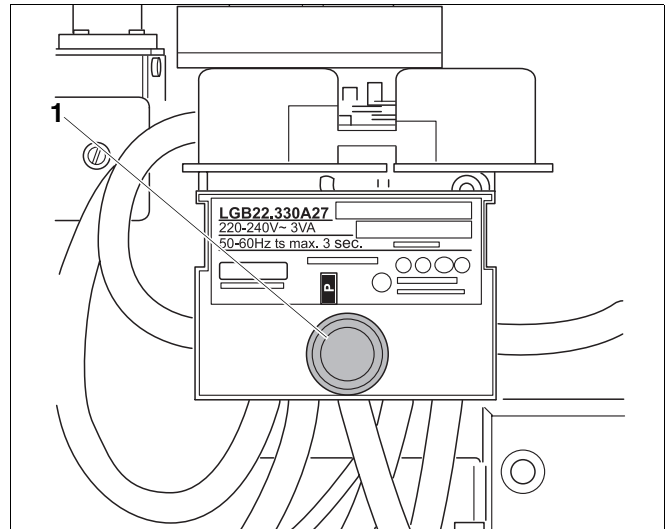

Abb. 18 Entstörknopf mit integrierter Störlampe
- Entstörknopf drücken (Abb. 18, **Pos. 1**).